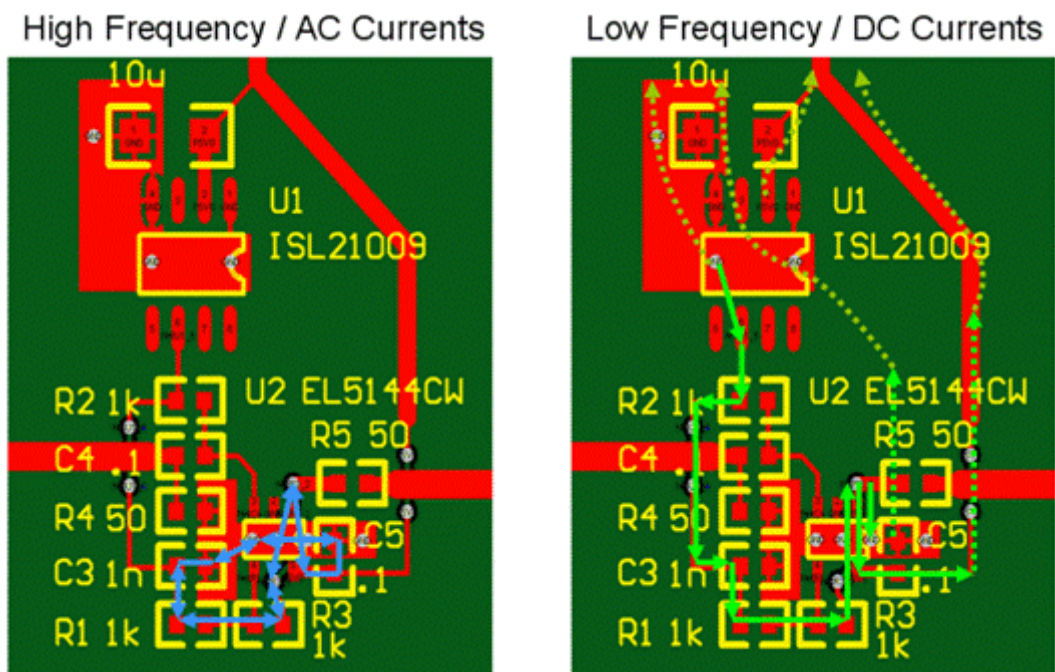

图 5a 和图 5b: 在参考电压中的交流以及直流路径。
**Dave:** 让我们跟踪电流的路径(图 5a 和图 5b)。